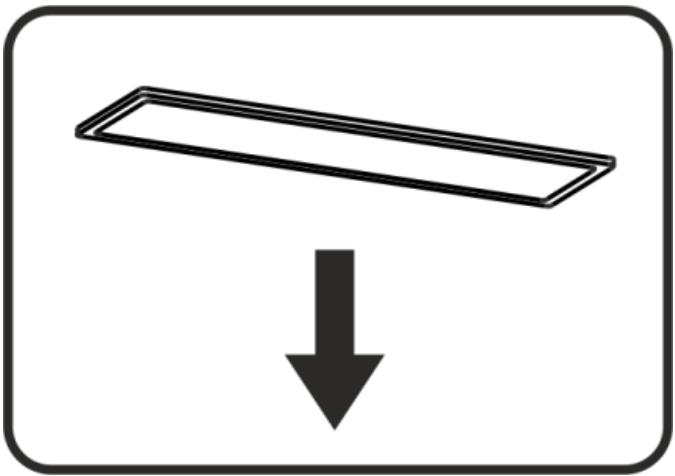

Рис.7
8.8 На витяжці встановлена LED лампа підсвічування робочої зони плити. Для заміни лампи необхідно зняти алюмінієві фільтри, відтиснути лампу так, щоб вона вийшла з корпусу витяжки, від'єднати конектор, вийняти її. Замість неї необхідно встановити нову з тими ж характеристиками і встановити фільтри (Рис.7).